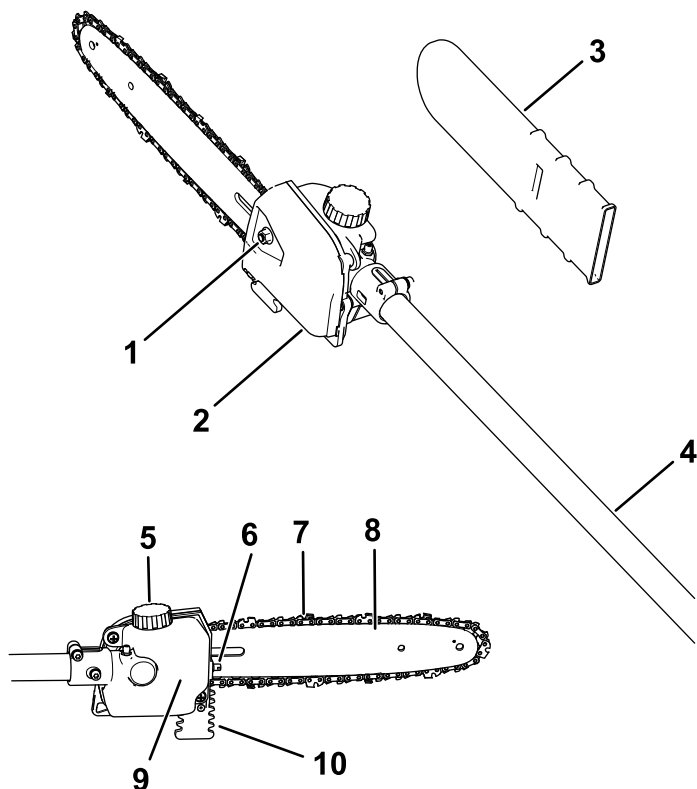

Figure 5
2. Desserrez la poignée de vis sur le connecteur de l'arbre (Figure 5).
3. Appuyez sur le bouton de verrouillage tout en séparant les 2 arbres (Figure 5).